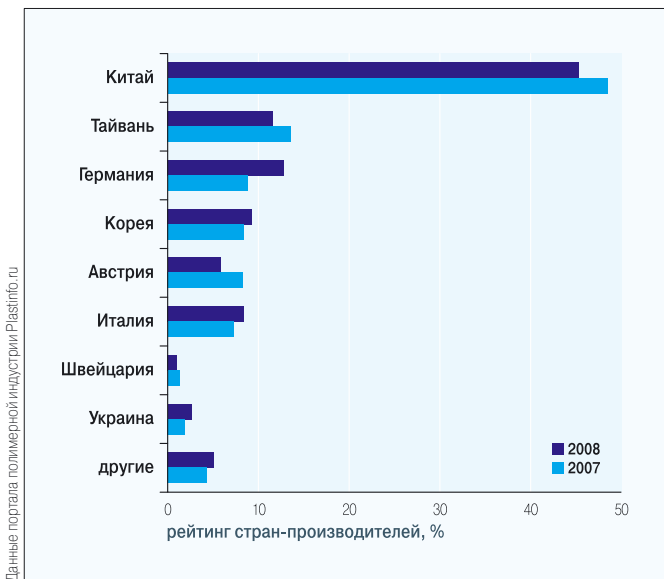

Рис. 1. Динамика изменения цен на полимерное сырье
На рис. 1 приведена динамика изменения цен на полимерное сырье на российском рынке. Можно предположить, что динамика роста стоимости сырья
■ Рис. 1. Первый этап сборки теплообменника